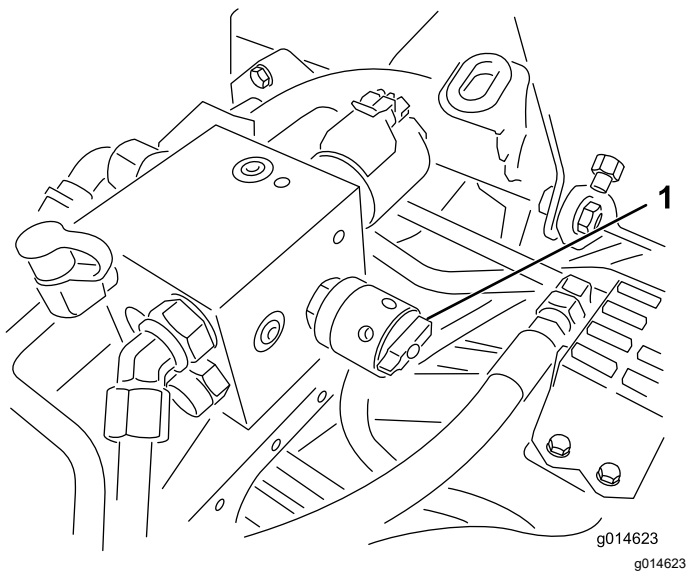

图 53
6. 将滚刀速度控制杆旋转至设置 1 图 53。
4. 要调节滚刀的速度请旋转旋钮图 53 直至指示器箭头与在步骤 3 中确定的数字对齐。